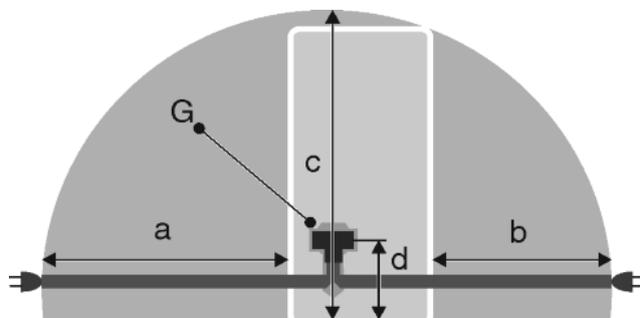

Fig. 31
- La presa non deve trovarsi nella zona posteriore dell'apparecchio, ma entro la zona indicata Fig. 31 (a, b, c).
- Inserire la spina Fig. 31 (G) sul retro dell'apparecchio. Assicurarsi che si innestino correttamente.